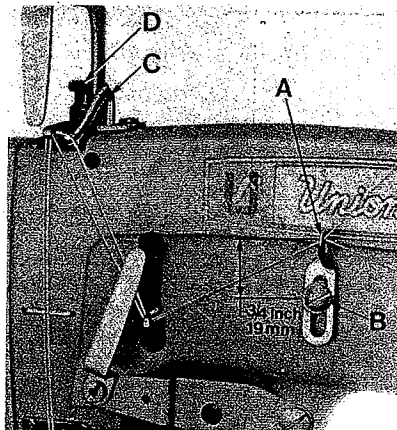

Fig.30
Set the needle thread frame eyelet hole (A, Fig. 30) 19 mm = 3/4 inch above the center of mounting screw (B, Fig. 30). Lower it for more needle thread, raise it for less needle thread in the stitch. Set the needle thread take-up wire (C, Fig. 30) as low as possible. Raising the take-up wire increases the needle thread loop.
Stellen Sie die Nadelfadenführung am Gehäuse (A, Fig. 30) 19 mm hoch zur Mitte der Befestigungsschraube (B, Fig. 30) ein. Wird die Fadenführung tiefer gestellt bekommen Sie mehr Nadelfaden in die Naht. Durch Höherstellen erreichen Sie das Gegenteil. Stellen Sie den Nadelfadenabzug (C, Fig. 30) so tief wie möglich. Wird der Nadelfadenabzugsbügel nach oben gestellt, wird die rechte Nadelfaden-schlinge größer.
Insert a ply of fabric between upper and lower puller roller. Loosen screw (S, Fig. 30 C) then set the puller presser bar collar (A, Fig. 30 A) by means of adjusting screw (B, Fig. 30 A) so, that the distance (J, Fig. 30 A) between screw (K, Fig. 30 A) and hand lever (H, Fig. 30 A) is 0,2 - 0,5 mm (.008 - .020 inch), at the same time the upper puller roller must rest upon fabric. Secure screw (B, Fig. 30 A) with nut (C, Fig. 30 A). Retighten screw (S, Fig. 30 C).
Set the presser bar connection and guide (L, Fig. 30 A) so that puller roller and presser foot are lifted simultaneously when actuating the presser foot lifter lever and the presser foot is resting on the throat plate.
Legen Sie eine Lage Stoff zwischen die obere und untere Pullerrolle. Lösen Sie die Schraube (S, Fig. 30 C) dann stellen Sie den Mitnehmer (A, Fig. 30 A) mit der Stellschraube (B, Fig. 30 A) so ein, daß der Abstand (J, Fig. 30 A) zwischen Schraube (K, Fig. 30 A) und dem Handhebel (H, Fig. 30 A) 0,2 - 0,5 mm beträgt, dabei muß die obere Pullerrolle auf dem Stoff aufliegen. Stellen Sie mit der Mutter (C, Fig. 30 A) die Schraube (B, Fig. 30 A) fest. Ziehen Sie die Schraube (S, Fig. 30 C) wieder an.
Die Drückfußverbindung und Führung (L, Fig. 30 A) muß so gestellt werden, daß beim Betätigen des Drückfuß-Lifterhebels Drückfuß und Pullerrolle gleichzeitig angehoben werden, wenn der Drückfuß auf der Stichplatte aufliegt.
Insert a ply of fabric between upper and lower puller roller. Loosen screw (S, Fig. 30 C), set the puller presser bar collar (A, Fig. 30 A) by means of adjusting screw (B, Fig. 30 A) so, that the distance (J, Fig. 30 A) between screw (K, Fig. 30 A) and hand lever (H, Fig. 30 A) is 0,2 - 0,5 mm (.008 - .020 inch), at the same time the upper roller must rest upon fabric. Secure screw (B, Fig. 30 A) with nut (C, Fig. 30 A). Retighten screw (C, Fig. 30 C). Set link (E, Fig. 30 A) by changing the length of the tractor cable (R, Fig. 30 B) so that the distance (G, Fig. 30 A) between link (E, Fig. 30 A) and screw (F, Fig. 30 A) is 0,5 - 1 mm (.020 - .040 inch).
Now set presser bar connection and guide (L, Fig. 30 A) so that the distance (D, Fig. 30 A) between link (M, Fig. 30 A) and screw (P, Fig. 30 A) is 0,5 - 1 mm (.020 - .040 inch) when the presser foot is resting on the throat plate.
For making this adjustment turn the handwheel in operating direction until the needle bar is in its lowest position and loosen screw (Q, Fig. 30 A). Then, while holding the presser foot down on the throat plate surface, pry up the presser bar connection and guide (L, Fig. 30 A) with a screwdriver to obtain the required setting. Retighten screw (Q, Fig. 30 A).
The presser foot must rest on the throat plate, when the upper puller roller is lifted with the hand lever (H, Fig. 30 A).
Regulate the presser spring regulating screw (D, Fig. 30) so that it exerts only enough pressure on the presser foot to feed the work uniformly. The regulating screw is located directly behind the needle bar in the head of the machine. The pressure exerted by the presser spring should be slightly more than the pressure exerted by the spring for the presser foot yielding section. Turning the regulating screw clockwise increases the pressure, counterclockwise decreases the pressure.
Legen Sie eine Lage Stoff zwischen die obere und untere Pullerrolle. Lösen Sie die Schraube (S, Fig. 30 C), dann stellen Sie den Mitnehmer (A, Fig. 30 A) mit der Stellschraube (B, Fig. 30 A) so ein, daß der Abstand (J, Fig. 30 A) zwischen Schraube (K, Fig. 30 A) und Handhebel (H, Fig. 30 A) 0,2 - 0,5 mm beträgt, dabei muß die obere Pullerrolle auf dem Stoff aufliegen. Stellen Sie mit der Mutter (C, Fig. 30 A) die Schraube (B, Fig. 30 A) fest. Ziehen Sie die Schraube (S, Fig. 30 C) wieder an. Die Lasche (E, Fig. 30 A) wird durch Veränderung der Länge des Zugseils (R, Fig. 30 B) so eingestellt, daß der Abstand (G, Fig. 30 A) zwischen Lasche (E, Fig. 30 A) und Schraube (F, Fig. 30 A) 0,5 - 1 mm beträgt.
Die Drückerfußverbindung und Führung (L, Fig. 30 A) wird nun so eingestellt, daß bei auf der Stichplatte aufliegendem Drückerfuß, der Abstand (D, Fig. 30 A) zwischen Lasche (M, Fig. 30 A) und Schraube (P, Fig. 30 A) 0,5 - 1 mm beträgt.
Zum Einstellen drehen Sie das Handrad in Nährichtung, bis die Nadelstange in der untersten Stellung ist und lösen die Schraube (Q, Fig. 30 A). Während Sie nun den Drückerfuß auf die Stichplatte herunterdrücken, heben Sie mit einem Schraubendreher die Drückerfußverbindung und Führung (L, Fig. 30 A) in die gewünschte Stellung. Ziehen Sie die Schraube (Q, Fig. 30 A) wieder an.
Der Drückerfuß muß auf der Stichplatte aufsitzen, wenn die obere Pullerrolle mit dem Handhebel (H, Fig. 30 A) angehoben wird.
Stellen Sie die Drückerfuß-Regulierschraube (D, Fig. 30) so ein, daß gerade so viel Druck auf dem Drückerfuß ist, daß ein gleichmäßiger Transport gewährleistet wird. Die Regulierschraube ist direkt hinter der Nadelstange auf dem Maschinenarm. Der Druck den die Drückerfußfeder erzeugt, sollte gerade etwas größer sein als der Druck den die Feder für das Drückerfußseitenteil erzeugt. Drehen der Regulierschraube im Uhrzeigersinn verstärkt den Druck, drehen entgegen dem Uhrzeigersinn bewirkt das Gegenteil.
For adjusting puller roller motion loosen nut (A, Fig. 30 E). Turning screw (B, Fig. 30 E) clockwise decreases the puller roller motion, turning it counterclockwise increases the motion. Tighten nut (A) after making this adjustment.
The puller brake is adjusted in the factory. If it is necessary to readjust it, remove screw (A, Fig. 30 D), loosen nut (B, Fig. 30 D) and screw (E, Fig. 30 D) and set the puller brake by means of nut (C, Fig. 30 D) until the lever (D, Fig. 30 D) can be moved with a force of 25 N (5,5 lbf.). Retighten all screws and nuts after making this adjustment. Make sure that nut (C) does not turn while tightening nut (B).
Zum Einstellen des Pullertransportwegs lösen Sie die Mutter (A, Fig. 30 E). Drehen der Schraube (B, Fig. 30 E) im Uhrzeigersinn verkleinert den Pullertransportweg, drehen im Gegenuhrzeigersinn vergrößert ihn. Ziehen Sie die Mutter (A) nach dieser Einstellung wieder an.
Die Pullerbremse wird im Werk eingestellt. Wird eine Neueinstellung notwendig, entfernen Sie die Schraube (A, Fig. 30 D), lösen Sie die Mutter (B, Fig. 30 D) und die Schraube (E, Fig. 30 D) und stellen Sie mit der Mutter (C, Fig. 30 D) die Pullerbremse so ein, daß der Hebel (D, Fig. 30 D) mit einer Kraft von 25 N bewegt werden kann. Ziehen Sie nach dieser Einstellung alle Schrauben und Muttern wieder an. Beachten Sie beim Festziehen der Mutter (B) daß die Mutter (C) nicht mehr gedreht wird.